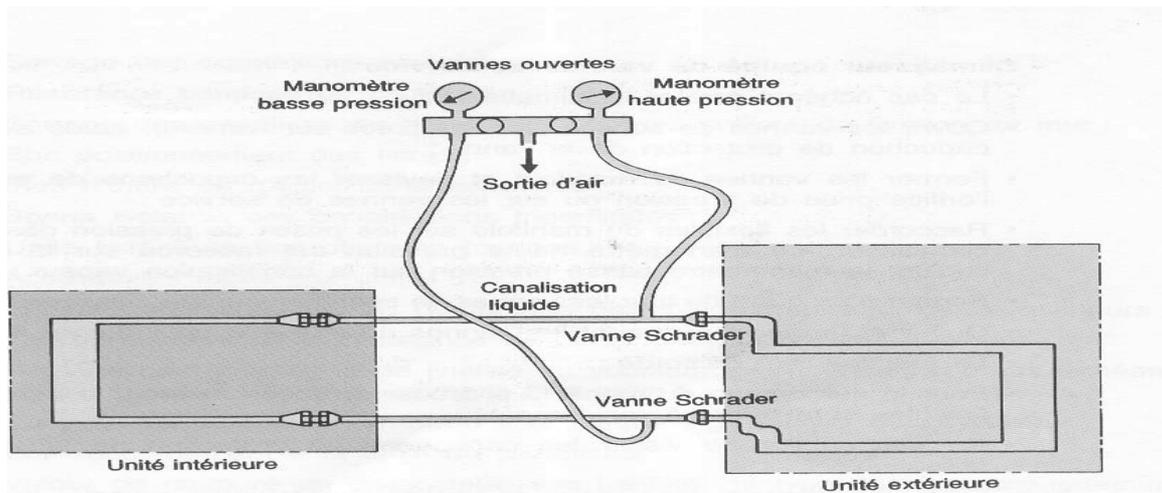

Figure 50 : purge des flexibles du manifold
- ouvrir et refermer rapidement les vannes du manifold, l'air contenu dans les flexibles est évacué par l'orifice central du manifold, la purge des flexibles est alors effectuée (figure 50)